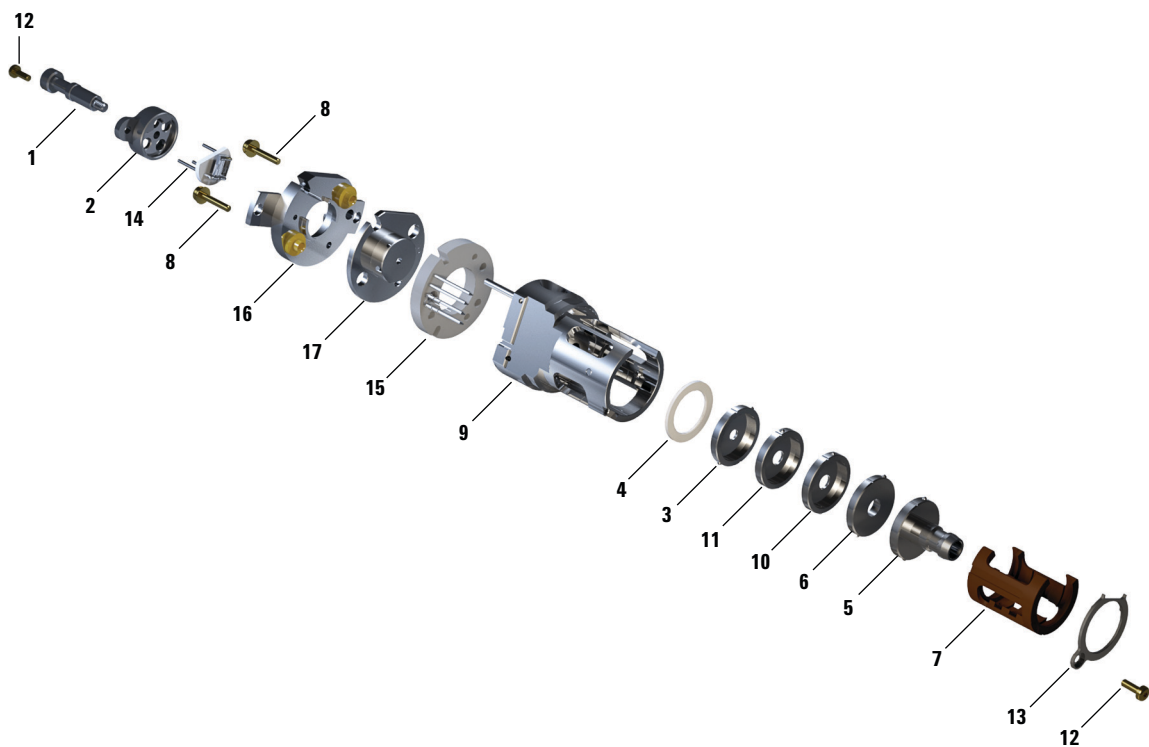

Figura 51 Montaje de la fuente EI HES
Consulte el plano de despiece y la lista de piezas de la fuente EI HES a la hora de llevar a cabo este procedimiento. (Consulte la Figura 51 y la Tabla 15 en la página 164.)
- 3 Inserte la torre de lentes cubierta por el aislante en el cuerpo de la fuente. (Consulte la Figura 51 en la página 174.) Los números grabados están orientados hacia la apertura completa que se extiende hasta el extremo del cuerpo de la fuente. Compruebe que la cerámica está nivelada al extremo del cuerpo de la fuente.
- 9 Enrosque la sujeción manual al bloque de filamentos. (Consulte la Figura 51 y la Tabla 15 en la página 164.)
Tabla 16 Lista de piezas de la fuente EI HES (Figura 51)